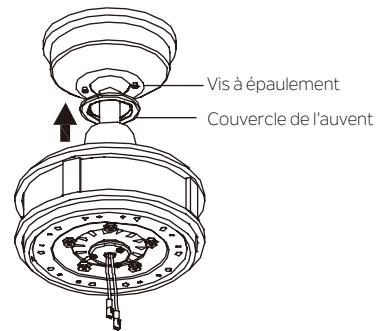

Fig. 18
**Étape 2.** Fixer et serrer fermement le couvercle du trou de la verrière sur les vis à épaulement du support de montage à l'aide de la fonction de verrouillage par rotation de la rainure de clavette. (Fig. 18)